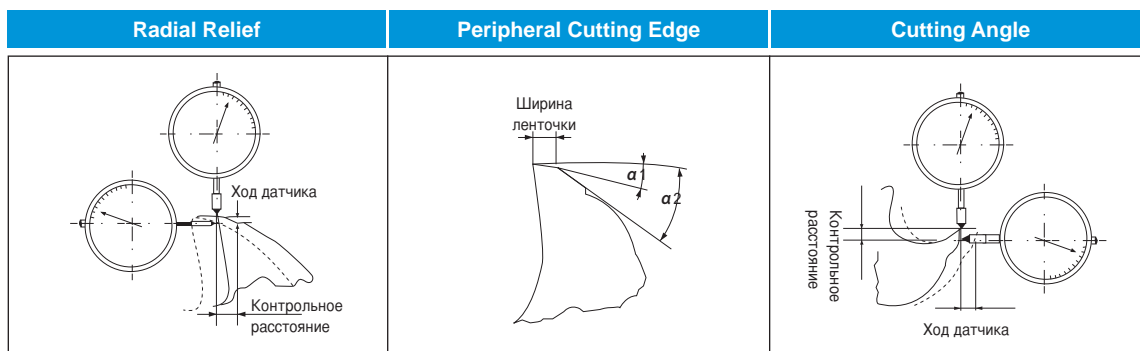

Рис. 6. Установка индикатора для проверки
2. Установить индикатор таким образом, чтобы он соприкасался с самой вершиной режущей кромки, указывая в радиальном направлении (Рис. 6).